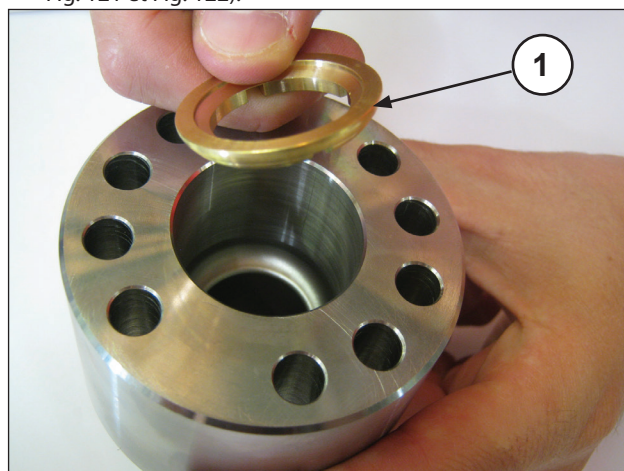
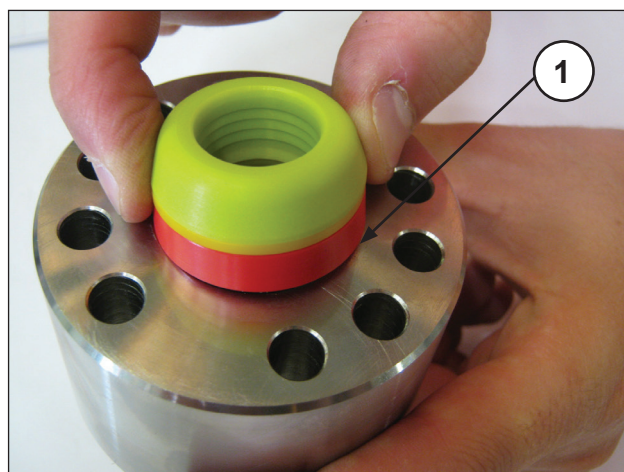
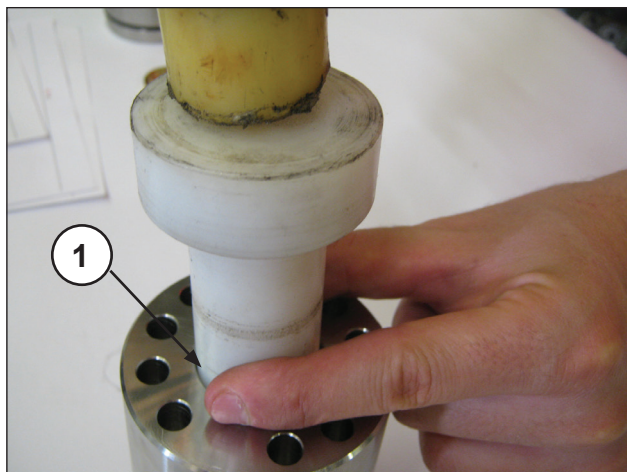

Fig. 120
Fig. 121
Fig. 122
- Introduire dans le support de joints H.P. la bague de tête (rep. ①, Fig. 120) puis l'empilage de joints H.P. (haute pression) ; vu la légère interférence entre le joint et le support de joints H.P., pour éviter tout dommage, il est conseillé d'utiliser un tampon en matière plastique (rep. ①, Fig. 121 et Fig. 122).
Introduire le joint H.P. dans le support comme le montrent les Fig. 121 et Fig. 123.